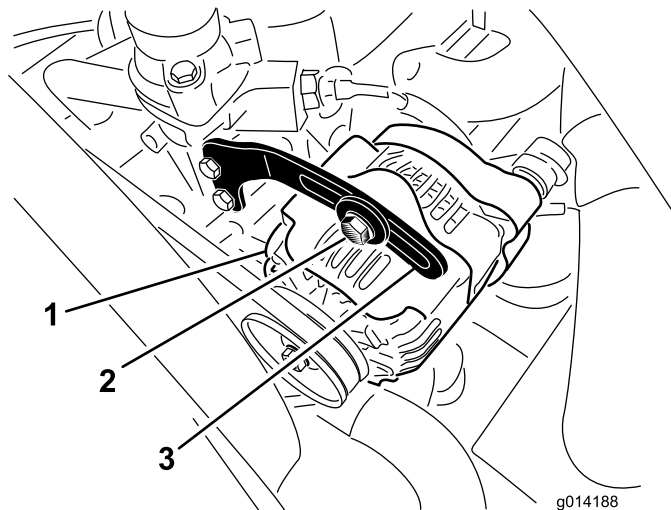

Figura 48
2. Compruebe la tensión de la correa del alternador flexionándola (Figura 48) en el punto intermedio entre las poleas del alternador y del cigüeñal con una fuerza de 10 kg (22 lb).
3. Afloje el perno que sujeta el tirante al alternador (Figura 48), y el perno de pivote del alternador.